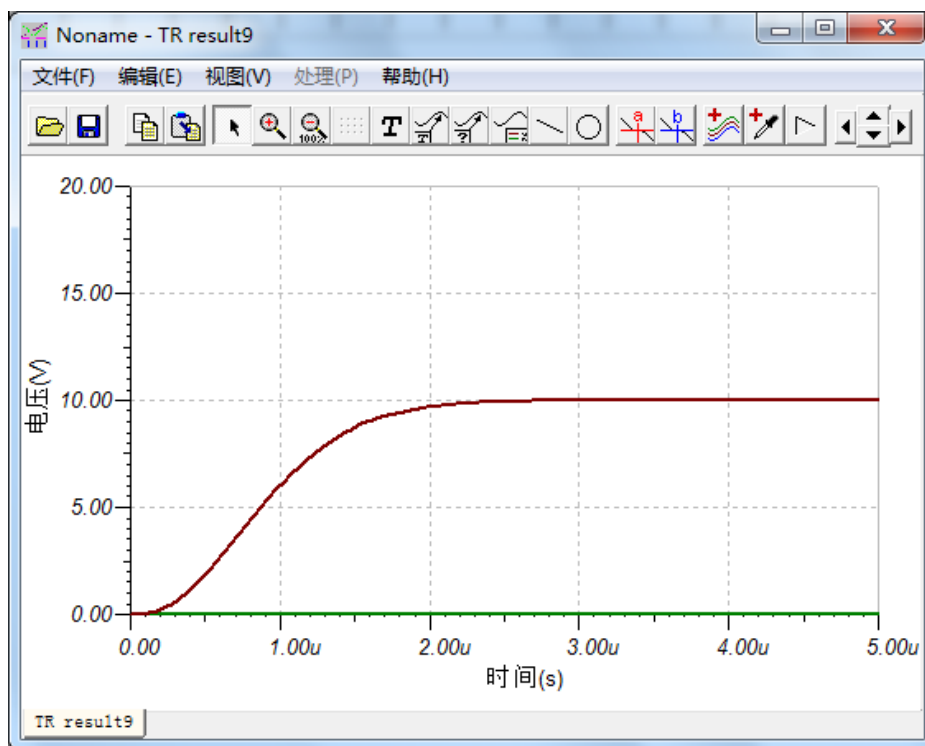

图 14 瞬态分析结果
- 4) 点击确定按钮，运行分析，结果如图 14 所示，可以看到在输入端输入幅度为 1mV 的阶跃信号之后，输出端的电压变化曲线。